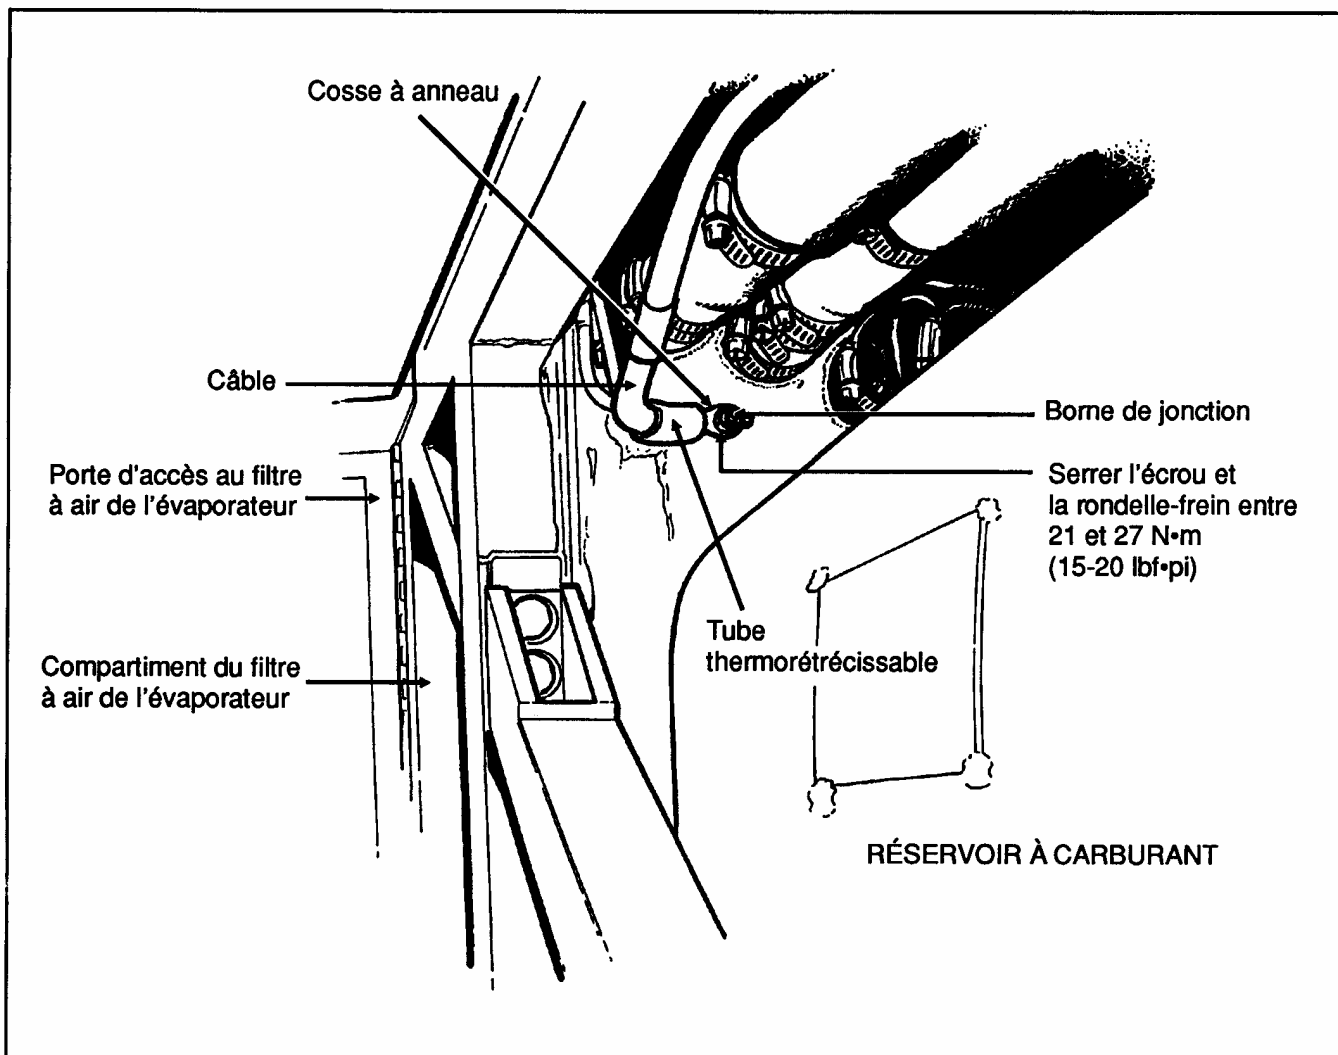

Figure 1
4. Enlever l'écrou et la rondelle-frein retenant le câble du moteur de l'évaporateur à la borne de jonction. Consulter la figure 1.